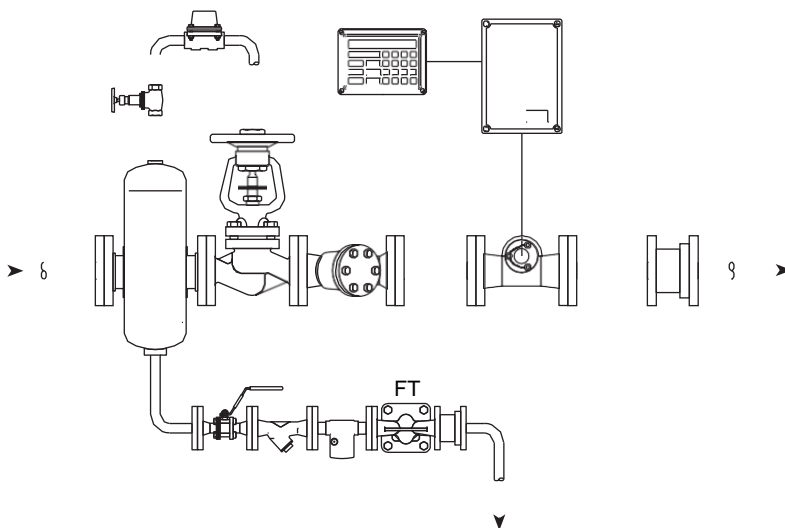

Fig. 5
- 4.5 O purgador deve ser montado abaixo da saída do sistema de vapor, precedido por um cotovelo, aproximadamente 150 mm (6 "). Veja a Fig. 5. Se um cotovelo não puder ser colocado, existe uma possibilidade (em condições baixas carga) do vapor que flui sobre o condensado no fundo do tubo e atinja o purgador.